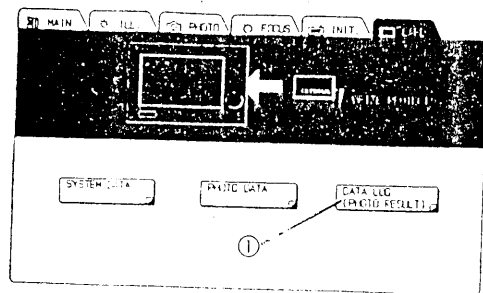
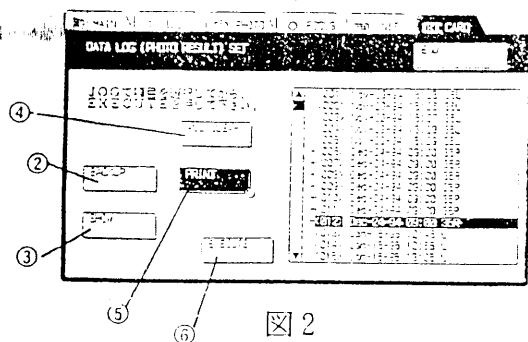

図 1
図 2
- 1) **DATA LOG** ①を押す(図 1)と図 2 の画面となります。
- 2) **ALL CLEAR** ④を押すとメモ리카ードに記憶しているDATA LOG(撮影結果)をすべて消去します。
★ **PRINT** ⑤はプリンタI/F ボードが取付いていないと表示されません。(図 2)
- 3) **PRINT** ⑤を押すと先頭が決定し、項目No.の左側に→が表示されます。